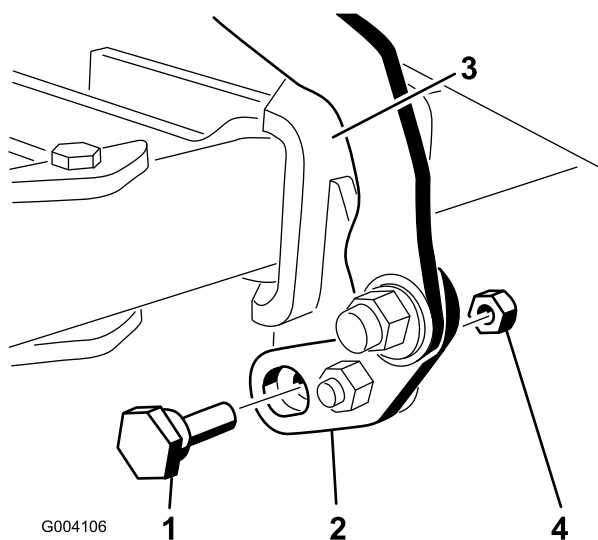
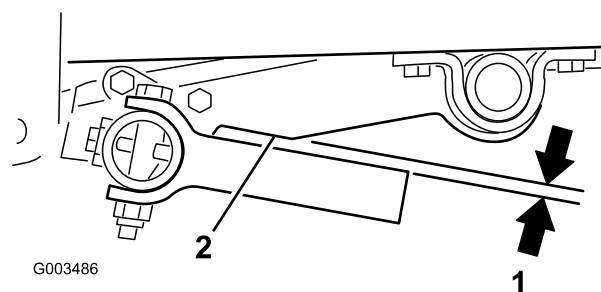

図 16
図 20
6. ピボット・タブとピボット・ブラケットの下から偏芯ボルトを通し、ロックナット ((5/16 インチ)) で固定する（図 16）。
2. ツールバーのティンと昇降アームとが平行になるように、偏芯ボルトを回して調整する（図 16と図 20）。